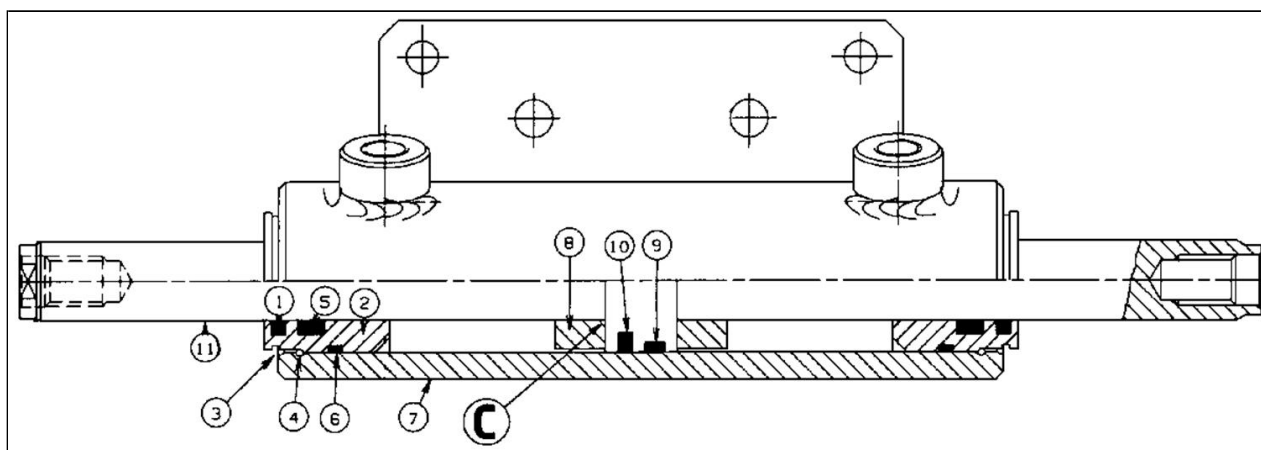

Fig.4
La (fig. 4) mostra il disegno costruttivo del cilindro di sterzo.
Nel caso sia necessaria la sostituzione della tenuta interna del cilindro e del relativo raschiatore (part. **9** e **10**) della (fig. 4) si deve procedere a:
- rimuovere, con l'ausilio di due pinzette, l'anello (part. **4**) di (fig. 4) sia sul lato dx che sx del cilindro avvalendosi delle aperture presenti sul cilindro realizzate per questo scopo;